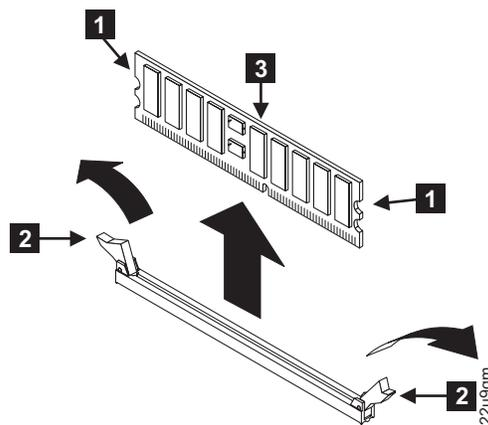

図 83. メモリー・モジュールの取り外し
4. 図 83に示すように、クリップ **2** を外側に押しながら開きます。このアクションで、メモリー・モジュール **3** をコネクタから引き出します。